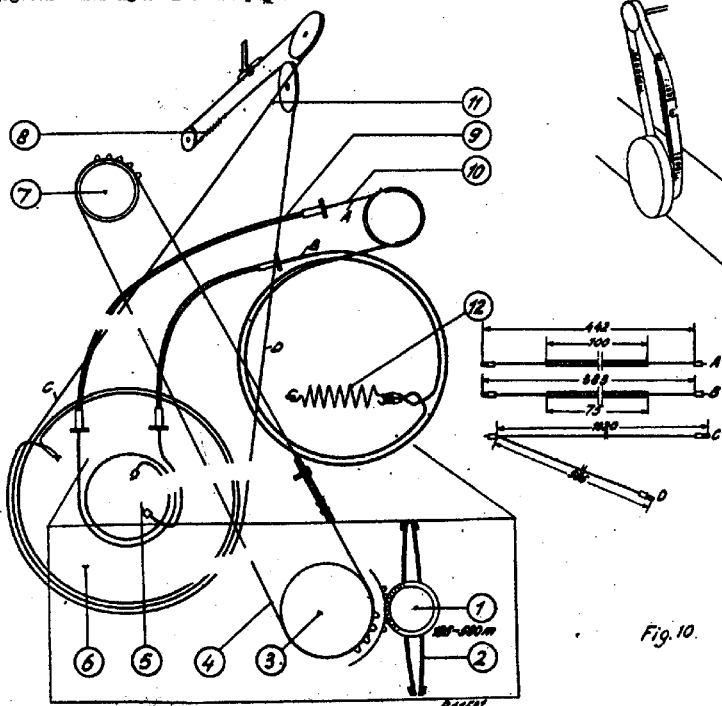

Fig. 10.
De aandrijving is in fig. 10 weergegeven waarin ook de lengten van de verschillende assen zijn aangegeven. De condensator is in stand voor maximum capaciteit. De golfgebiedschakelaar staat op M.G.
3. Een nieuwe aandrijfstrip als in fig. 10 aangegeven aanbrengen en voorlopig vastzetten.